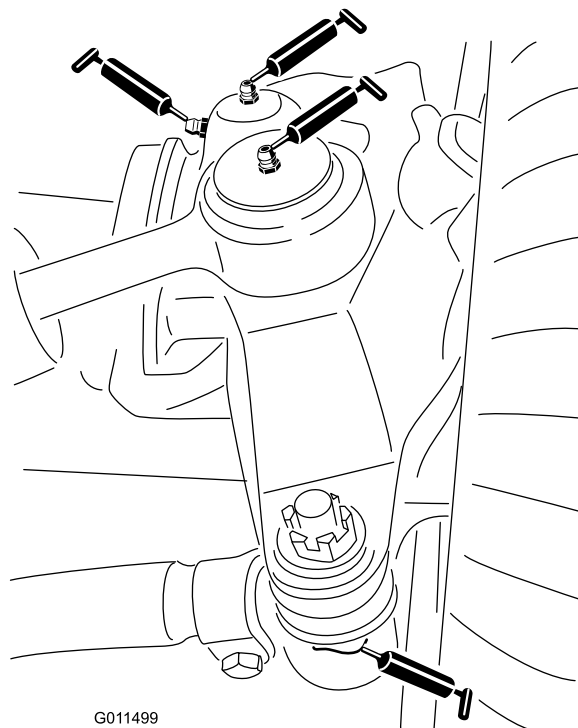

Figura 58
- 2 giunti a sfera del cilindro di sterzata (Figura 58)
- 2 giunti a sfera del tirante (Figura 58)
- 2 boccole del perno del fuso a snodo (Figura 58).